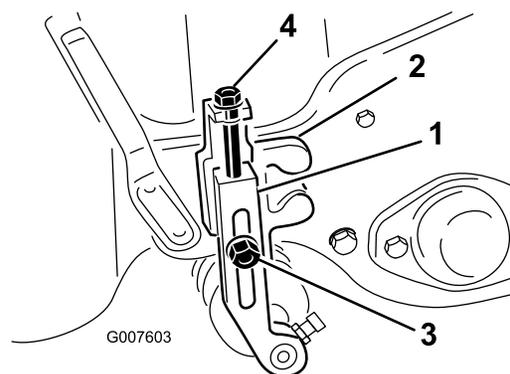

図 47
2. 刈り高アームを刈り高ブラケットに固定しているロックナットをゆるめる(図47)。